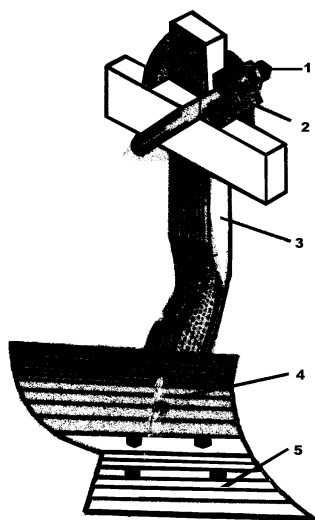

Рис. 4 Предплужник ПЛУ 02.000
4.6 Предплужник (рис. 4) состоит из стойки-3, лемеха-5, отвала-4.